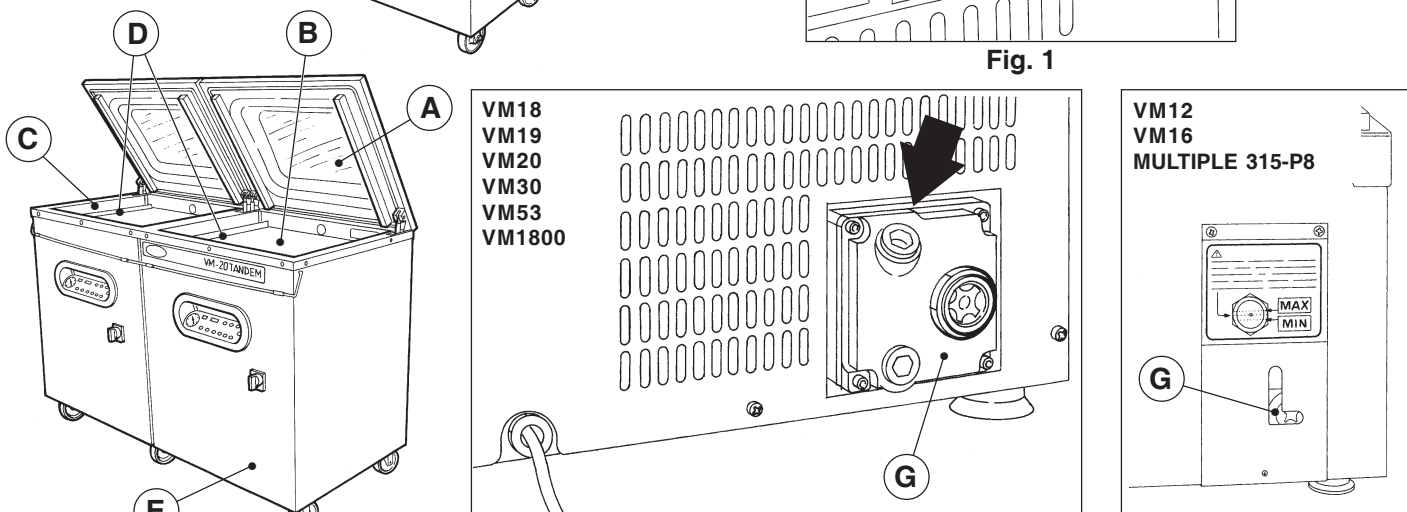

Fig. 2
- una vasca in acciaio inox (camera a vuoto o “campana”) (C) all’interno della quale viene realizzato il vuoto ed eseguita la sigillatura delle buste a mezzo delle barre saldanti (D); essa è dotata di un coperchio in plexiglas trasparente (A) apribile attraverso il quale si possono vedere le fasi di lavoro. La profondità interna della vasca può essere variata mediante ripiani di plastica (B) in dotazione all’apparecchio;
- una carcassa in acciaio inox (E) sulla quale sono collocati in posizione anteriore il pannello comandi e l’interruttore generale; posteriormente, la carcassa è chiusa da un pannello in acciaio inox.
Nei modelli VM12, VM16 e MULTIPLE 315-P8 è presente un pannello laterale (F) per il rabbocco d’olio pompa, su altri modelli il rabbocco è situato nella parte posteriore della confezionatrice (Fig. 2).